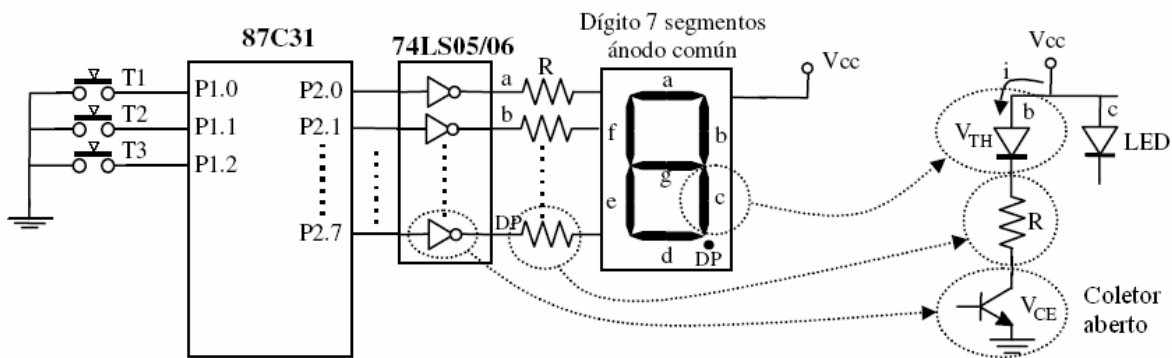

Figura 3.13 Exemplo de Interface não multiplexada com um microcontrolador 87C31. Os inversores são de coletor aberto para absorver a corrente de cada LED.
- Não multiplexada, continua ou a DC: Se usa uma linha de porta por cada segmento a acender. A informação de saída (no formato adequado) para o display é mantida na porta até que deva mudar a informação a ser mostrada. **Vantagem:** o programa é muito simples. **Desvantagem:** Requerem-se muitas linhas de portas (uma linha por segmento a mostrar) quando aumenta o número de displays. Com decodificadores (SN7447, SN7448) se podem economizar linhas, com o preço de aumentar o número de chips no circuito. Na figura 3.13 se mostra um exemplo com um display de 7 segmentos mais o ponto decimal.